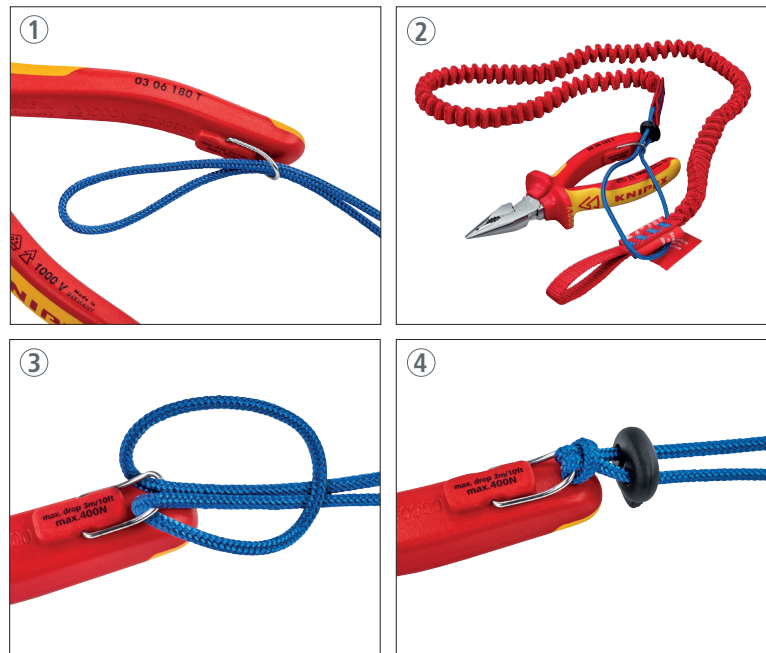

Figure 6 : Attache avec boucle
- Le point de fixation d'outils KNIPEX doit seulement être attaché à l'aide de la boucle (voir la figure 6).
Attachez l'autre extrémité de la longe à un point d'ancrage adapté et stable pour la fixation d'outils à l'aide de la boucle ou d'un mousqueton (voir la figure 6 du chapitre 4.1.1 et le chapitre 4.1.2).